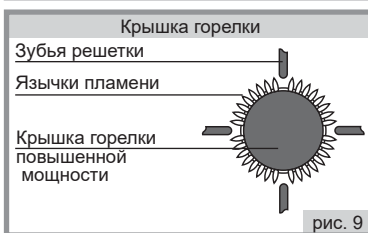

рис. 9
- Для снижения обгорания эмали на зубьях решётки необходимо ориентировать крышку горелки повышенной мощности (большая горелка) относительно зубьев решетки согласно рисунку (рис.9).